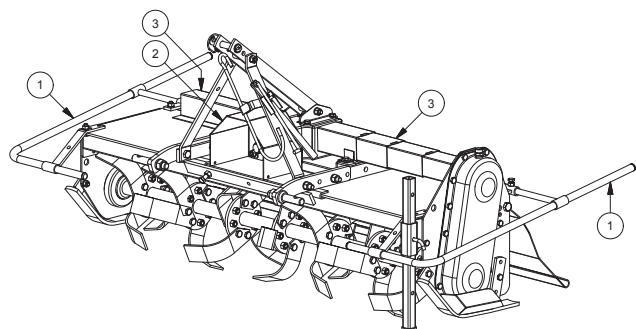

FIG. 12
- Protection de la prise de force côté tracteur (2, "Fig. 12").
- Tuyaux de protection contre l'accès à la zone des houes (1, "Fig. 12").
- Protection de l'arbre de transmission (3, "Fig. 12").